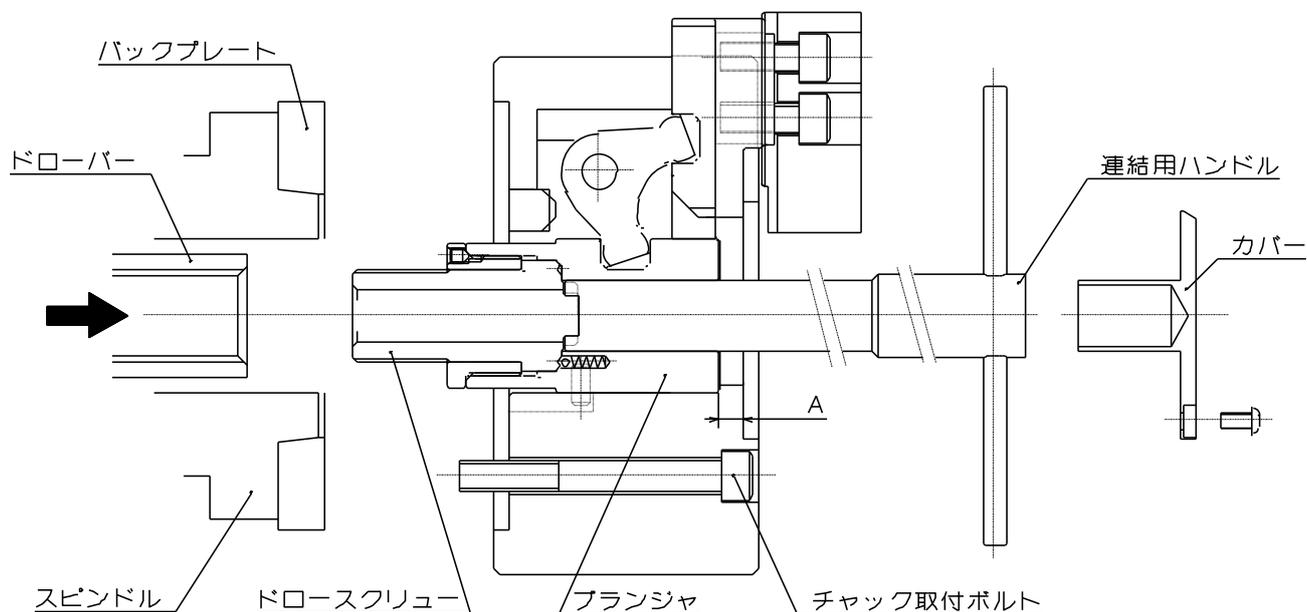

図 17
- ・ シリンダ前進端でのプランジャの適正位置は、図 17 の寸法 A が下表となる位置です。